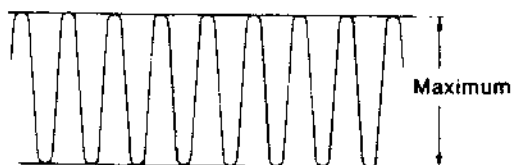

Fig. 2-24
- Die Schraube (D) auf die maximale Ausgangsspannung einstellen; siehe Fig. 2-24.